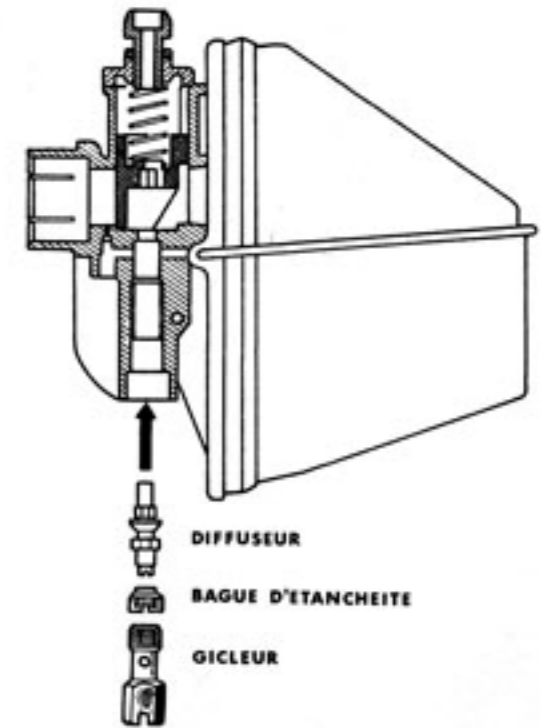

Fig. 3
- Dévisser le gicleur (clé de 8 mm ou tournevis) et le nettoyer si nécessaire (air comprimé, Fig. 3).
- Dévisser (petit tournevis) la bague d'étanchéité du diffuseur (Fig. 3). Le diffuseur doit tomber de lui-même. Dans le cas contraire, appuyer légèrement avec un petit tournevis sur l'extrémité du diffuseur débouchant dans la chambre de mélange et le nettoyer (air comprimé).